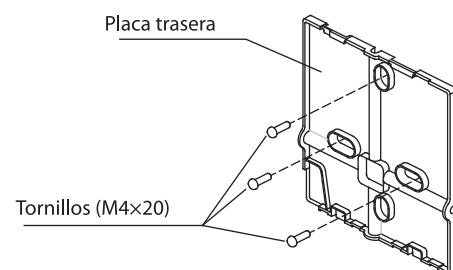

Fig. 4.5
- Para hacer el montaje fije la placa posterior en la pared con 3 tornillos (M4×20) y los tapones. (Fig. 4.5)